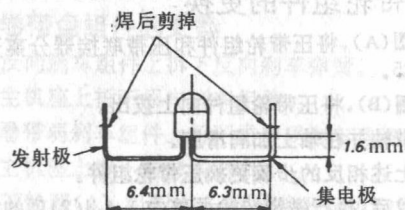

图 1-3-11 光电管引线形状
- ③ 从带盒仓印制电路板上焊下光电管。
- ④ 将新的光电管的引线弯曲成如图 1-3-11 所示的样子。